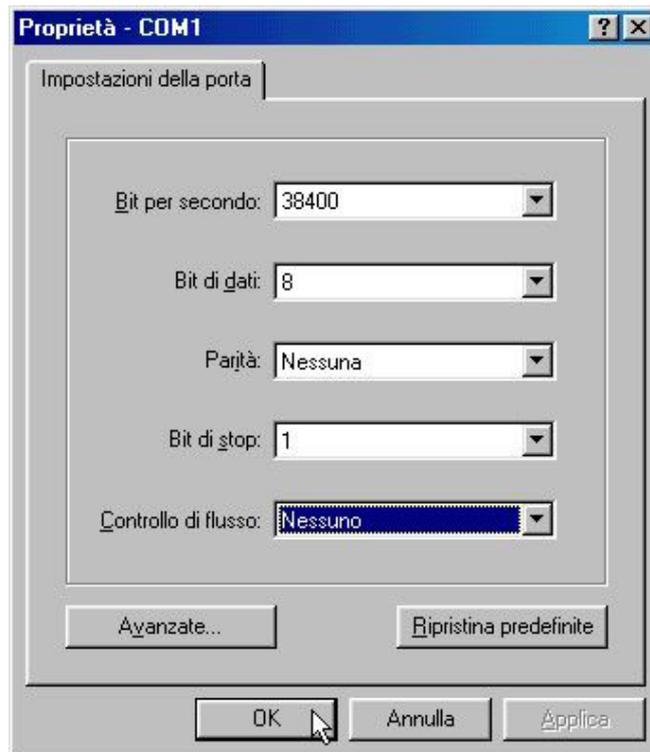

FIGURA 20: CONFIGURAZIONE COMUNICAZIONE CON HYPERTERMINAL (3 DI 4)
3) Nella finestra *Proprietà COMx* che compare, configurare i parametri del protocollo fisico di comunicazione dell'**FMO53**, disabilitare gli handshake hardware, come illustrato in figura 20, e premere *OK*.